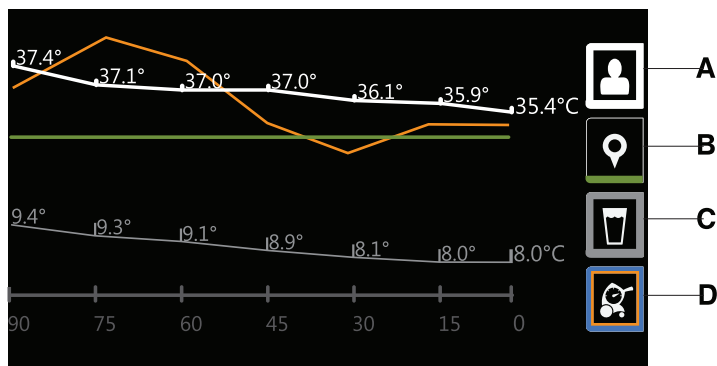

图 14-18: 图形显示
- 连接探头 (A) 的患者主要体温读数 (第14-31页, 图14-18)
- 中间目标温度 (B)
- 水温 (C)
- 电力 (D)